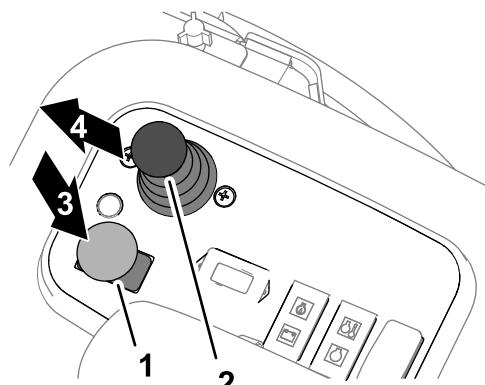

Figura 50
3. Premete l'interruttore di azionamento degli apparati di taglio in posizione di DISINNESTO (Figura 50).
5. Spostate la leva di comando Abbassa-Tosa/Alza in avanti (Figura 50).